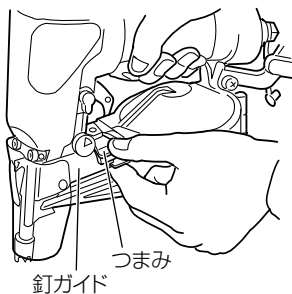

図 6
(1) マガジンに釘を入れる
- 釘ガイドとつまみに指を掛け、つまみを押し開きます。(図 6)